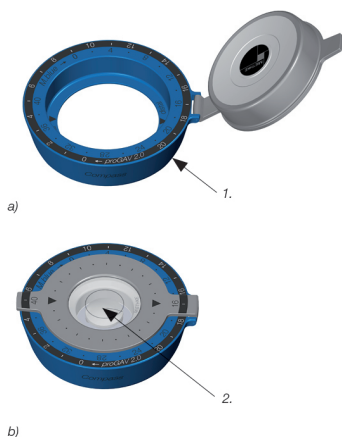

Fig. 9: M.blue plus Compass
M.blue plus Compass (Fig. 9) servește la localizarea și citirea unității gravitaționale reglabile a M.blue.